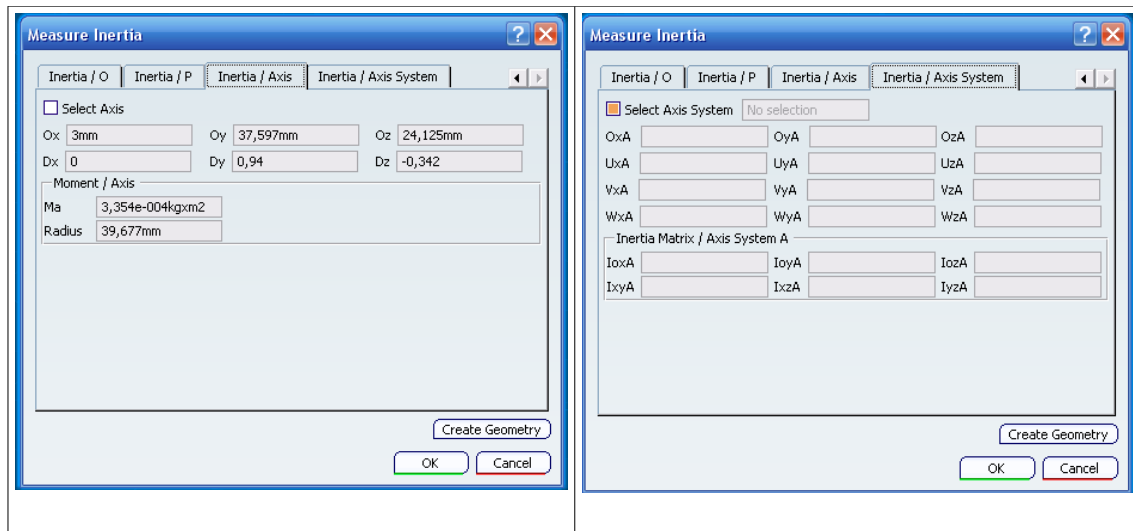

Ilustración 311: Ventana de medidas generales.
**Measure Inertia:** proporciona la información general de un sólido, como son: masa, volumen, superficie, inercias, etc. Para ello, se selecciona el elemento que se quiere medir (sólido entero, *Pad*, *Shell*, nervios,...) y se pulsa el botón de *Measure Inertia*. Aparecerá una ventana como la que se muestra en la Ilustración 311. En esta ilustración, se ven las distintas pestañas de la ventana. En CATIA v5 se haría de manera diferente. Estas medidas se comprobarían en las propiedades del menú contextual del *Part*. Es decir, además de ofrecer menos medidas, solo se podrían obtener del sólido completo. En la Ilustración 310 se puede ver la ventana de medidas en CATIA v5.
Ahora se comentará cada una de las pestañas de la Ilustración 311: